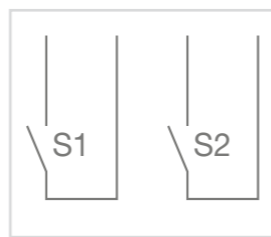

Bild 3: Anschlussschema
- Das Gehäuse-Unterteil (8) lagerichtig montieren.
- Anschlussleitung anschließen (Bild 3).
- Serientaster-Modul (7) in das Gehäuse-Unterteil (8) stecken bis die Befestigungsklammern einrasten.
- Dichtungsaufsatz (5) und Gehäuse-Oberteil (6) auf dem Gehäuse-Unterteil (8) montieren. Dazu die Bajonett-Schnellverschlüsse mit dem Schraubendreher durch eine 1/4 Drehung nach rechts im Gehäuse-Unterteil befestigen.
- Wippe (4) auf das Serientaster-Modul (7) aufstecken.